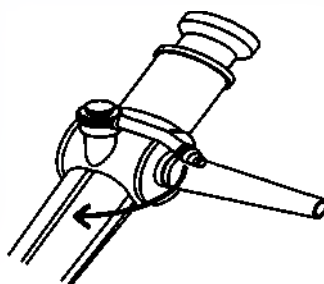

Рисунок 3. Извлечение клапана отсоса из бронхоскопа
3.4) Извлечение клапана отсоса из бронхоскопа (Рисунок 3)